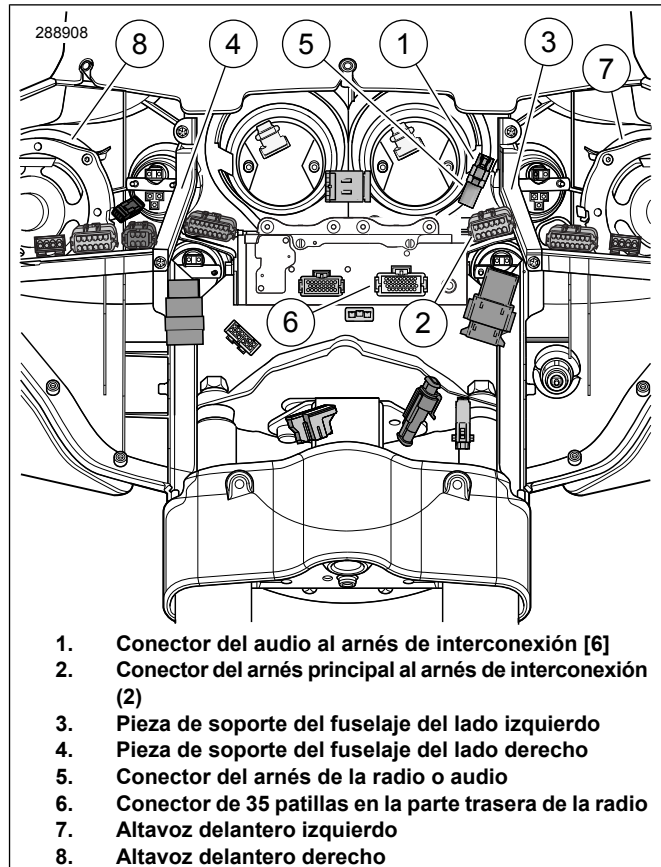
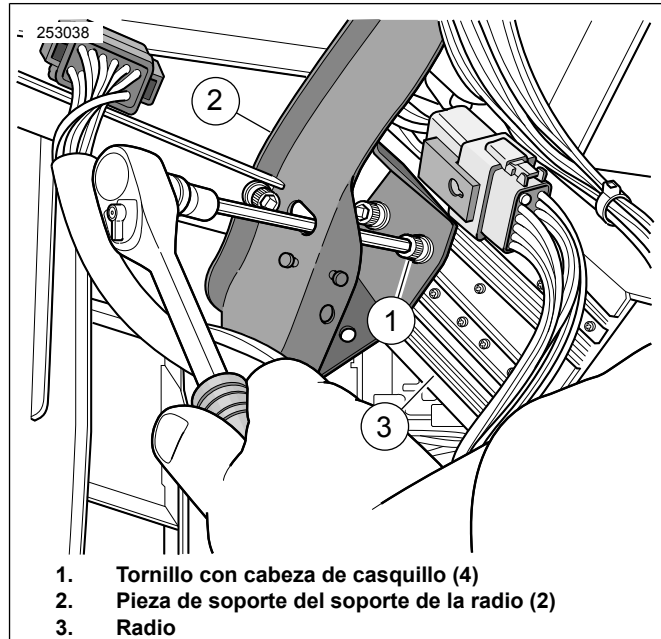

Figura 1. Conectores del fuselaje interior (FLHX, FLHT/C/U)
Figura 2. Instalación de la radio AM/FM; se muestra el lado derecho (freno)
- Vea la Figura 1. Tome nota de la ubicación del conector del audio al arnés de interconexión Deutsch negro de seis vías [6] (1) antes de mover el conector Molex gris de 12 vías [2] (2).
2. Quite el conector del arnés principal al arnés de interconexión Molex gris de 12 vías [2] (2) de la pieza de soporte del fuselaje del lado izquierdo (lado del mecanismo de cambios) (pieza de soporte del soporte de la radio, 3).
3. Vea la Figura 2. Extraiga los cuatro tornillos con cabeza de casquillo (1) para liberar la radio de las piezas de soporte izquierda y derecha del soporte de la radio (2). Use los agujeros oblongos en las piezas de soporte para obtener acceso a los tornillos y sujete la radio mientras extrae los tornillos.
Si el Deutsch negro de seis vías que va del audio al conector hembra del arnés de interconexión [6B] (Figura 1, artículo 1) en el vehículo **está conectado** a un arnés de audio (5),
3. Enchufe el conector de 35 vías (13) del arnés de cables de la radio (12) dentro del receptáculo en la parte trasera de la radio (vea Figura 1, artículo 6). Escuche un clic definitivo.
4. Pase el ramal más corto del arnés de cables de la radio (con un conector macho de seis vías y los cables amarillo/naranja y amarillo/violeta) hacia el área del conector hembra [6B] (1), pero **no** lo conecte en este momento. Este conector macho (14) ahora será conocido como el conector [6A].
1. Quite la cuña secundaria de bloqueo del conector hembra [6B] (Figura 1, artículo 1) del vehículo, de acuerdo con las instrucciones en el Manual de servicio. Extraiga los tapones de las cavidades 4 y 5.